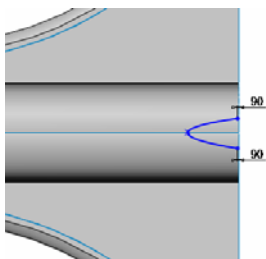
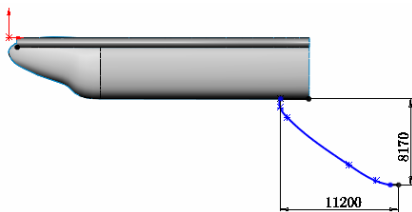

图 8-42 绘制的草图
图 8-43 绘制的草图
② 设置基准面。在左侧“FeatureManager 设计树”中用鼠标选择“基准面 3”，然后单击“标准视图”工具栏中的“正视图”图标，将该基准面作为绘制图形的基准面。
③ 绘制草图。单击“草图”工具栏中的“样条曲线”图标按钮，绘制如图 8-42 所示的样条曲线并标注尺寸，然后退出草图绘制状态。
④ 设置基准面。在左侧“FeatureManager 设计树”中用鼠标选择“上视基准面”，然后单击“标准视图”工具栏中的“正视图”图标，将该基准面作为绘制图形的基准面。
⑤ 绘制草图。单击“草图”工具栏中的“样条曲线”图标按钮，绘制如图 8-43 所示的样条曲线并标注尺寸，然后退出草图绘制状态。注意草图的端点与图 8-42 中草图的左顶点重合。
⑥ 扫描曲面。选择菜单栏中的“插入”→“曲面”→“扫描曲面”命令，或者单击“曲面”工具栏中的“扫描曲面”图标按钮，此时系统弹出如图 8-44 所示的“曲面-扫描”属性管理器。在属性管理器的“轮廓”一栏中，用鼠标选择图 8-42 绘制的草图；在“引导线”一栏中，用鼠标选择图 8-43 绘制的草图。单击属性管理器中的“确定”图标按钮，生成扫描曲面。